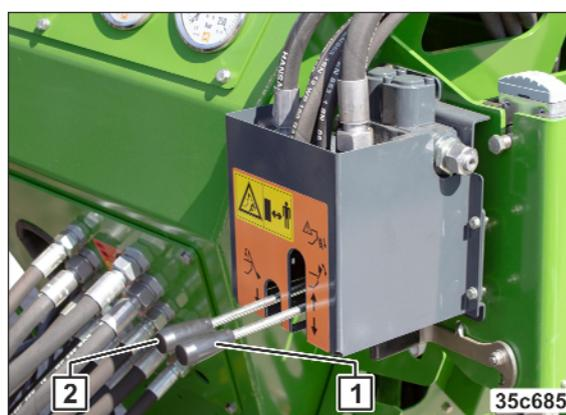

Fig. 215
2. Steuergerät (Fig. 215/1) betätigen.
17. Steuergerät betätigen (siehe Fig. 215/1) und Befüllschnecke in die Transportposition klappen.